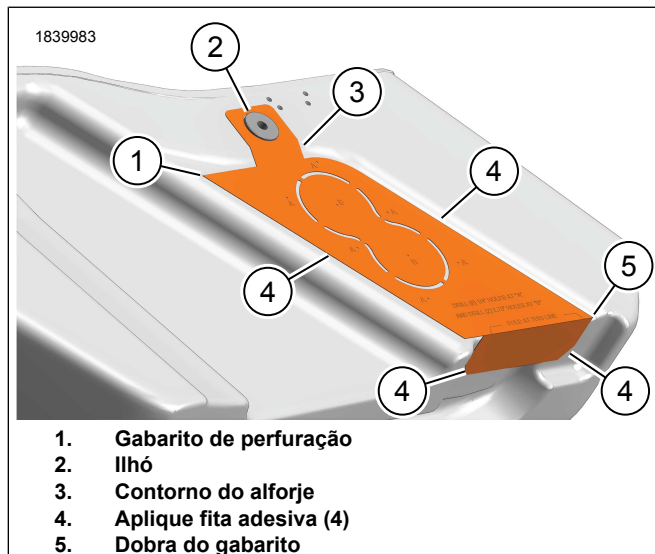

Figura 2. Gabarito de perfuração
1. Figura 2 Posicione o gabarito de perfuração (2) no alforje direito (1).